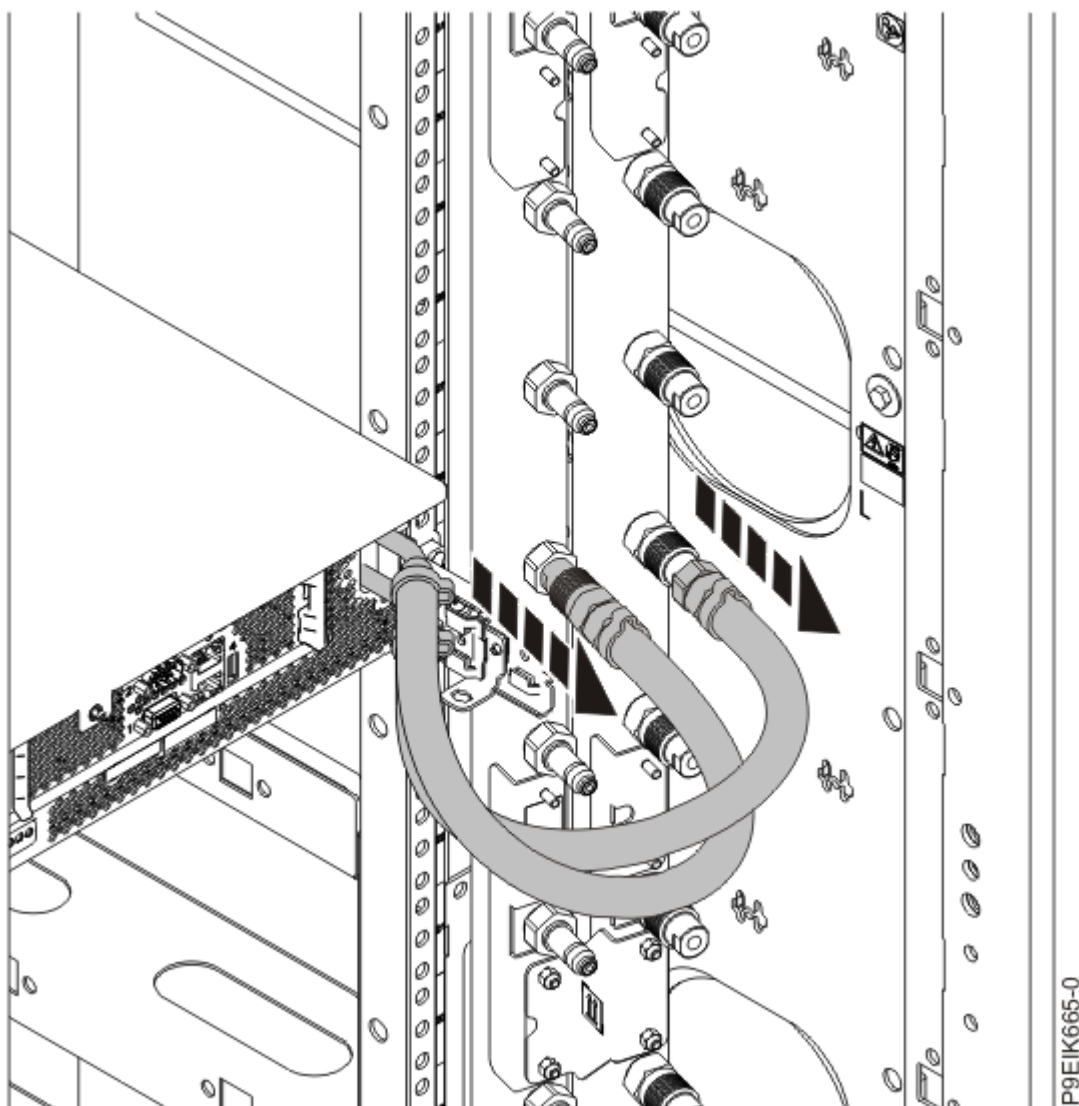

Figure 44. Débranchement des conduites d'eau
2. Dans le cas d'un système à refroidissement par eau, étiquetez et débranchez les conduites d'eau du collecteur. Tirez le raccord vers vous pour débrancher chaque conduite d'eau (voir Figure 44, à la page 87).